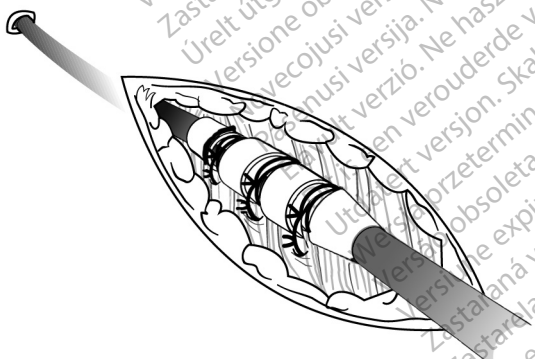

Figure 11. Exemple de manchon de suture, technique d'implantation percutanée
1. Peler la gaine du désilet et glisser le manchon de suture profondément dans les tissus (Figure 11 Exemple de manchon de suture, technique d'implantation percutanée en page 34).